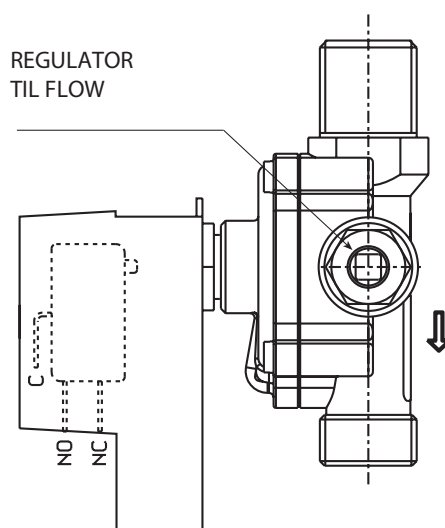

Fig. 5
2.2.2 Produktion brugsvand "DUETTO" (fig. 5)
Indvirk på vandtrykmålerens flowregulator (fig. 5), for at regulere brugsvandets mængde: